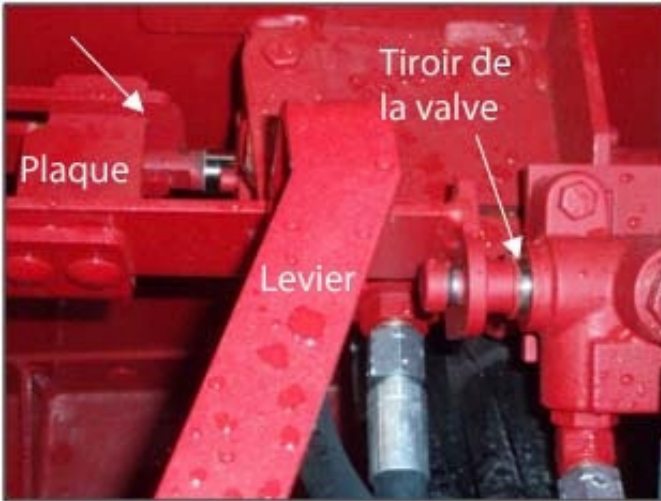
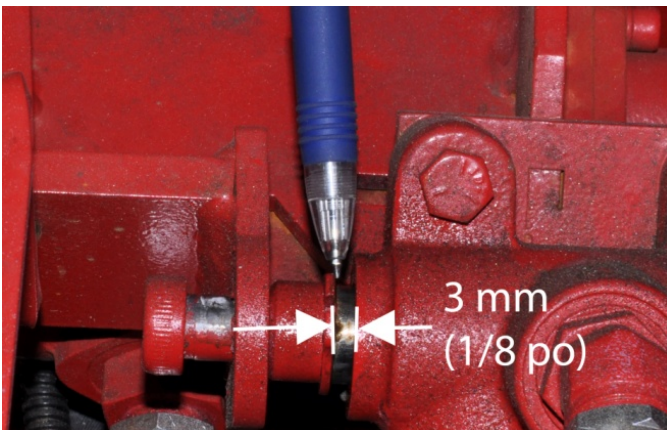
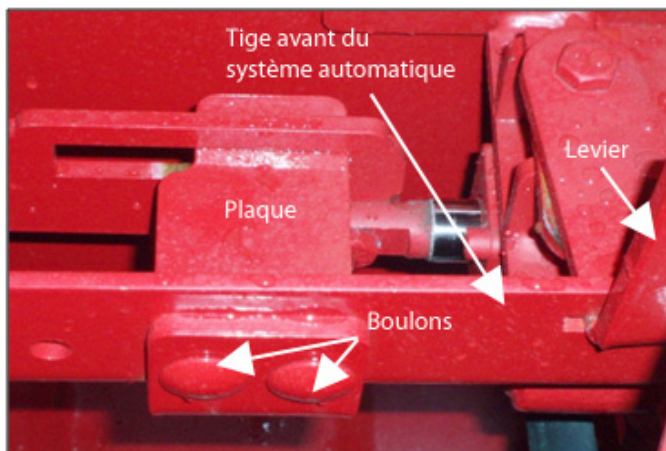

Figure 50 – Ajustement du système automatique (position du tiroir de la valve)
Figure 51 – Ajustement du système automatique (mesure du tiroir)
Figure 52 – Ajustement du système automatique (déplacement de la plaque)
4. Poussez ensuite le levier vers l'avant de l'enrobeuse jusqu'à ce que la plaque touche très légèrement la fin de la fente, mais sans la faire bouger (Figure 50).
5. Mesurez la distance entre la bague de retenue (*snap ring*) et le corps de la valve. Si la distance est de 3 mm (1/8 po) (Figure 51), l'ajustement est bon.
- Dévissez légèrement les deux boulons de la plaque (Figure 52).
- Déplacez la tige avant du système automatique (Figure 52) en utilisant le levier. Vous devez obtenir un espace de 3 mm (1/8 po) (Figure 51) tout en laissant la plaque au bout de la fente (Figure 50).
- Serrez les deux boulons en place (Figure 52).